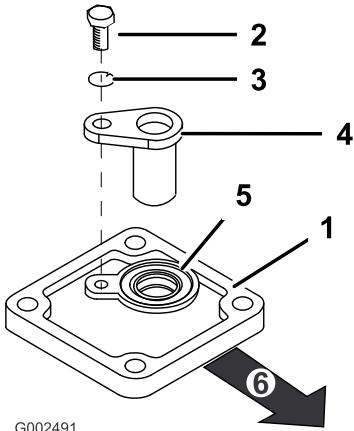

図 6
3. 新しいカバー・アセンブリをトランスアクスルに取り付ける。取り付けには1 (図 6)で取り外した固定ネジ4本を使う。シールが上向きで車両の左側にあるのが正しい向きである。
4. ネジM6 × 1.00 × 12とスプリング・ワッシャM6を使って図 6のようにギア歯センサーを取り付ける。